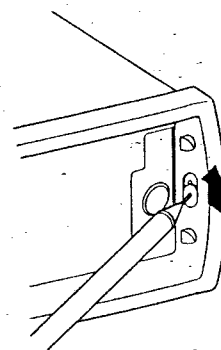

Fig. 2/Abb. 2
2. Use a screwdriver to remove the lock pins on the sides of the unit. (Fig. 2)
2. Entfernen Sie mit einem Schraubenzieher die Befestigungsstifte an den Geräteseiten. (Abb. 2)
2. Utiliser un tournevis pour retirer les tiges de verrouillage sur les côtés de l'appareil (Fig. 2).
2. Usate un cacciavite per rimuovere i perni di bloccaggio posti ai lati dell'unità. (Fig. 2)
2. Emplee un destornillador para quitar los pasadores de bloqueo ubicados en los costados de la unidad. (Fig. 2)
2. Använd en skruvmejsel för av vika undan låsflikarna på apparatens båda sidor. (Fig. 2)